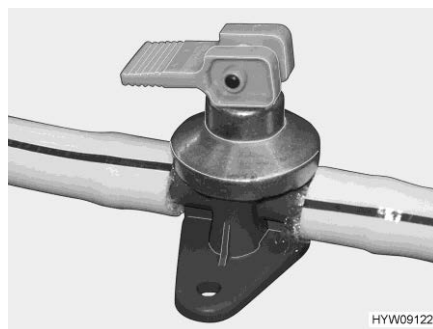
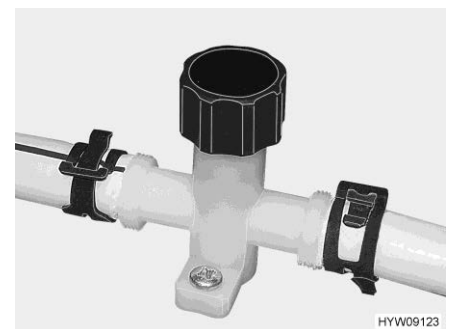

Fig. 140 Rubinetto di scarico con leva a bilanciere
Fig. 141 Rubinetto di scarico con manopola
- Chiudere tutti i rubinetti di scarico (Fig. 140 o Fig. 141).